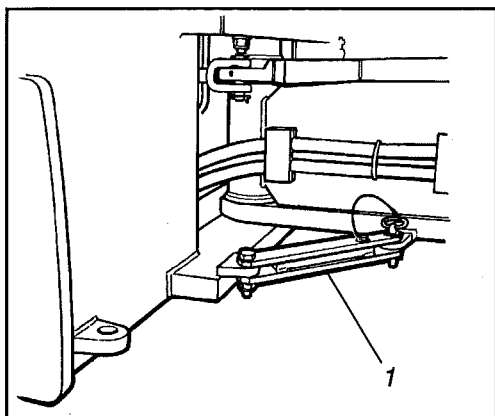

Fig. 32 Côté gauche de l'articulation de direction
1. Verrouiller l'articulation de direction selon la figure 32.